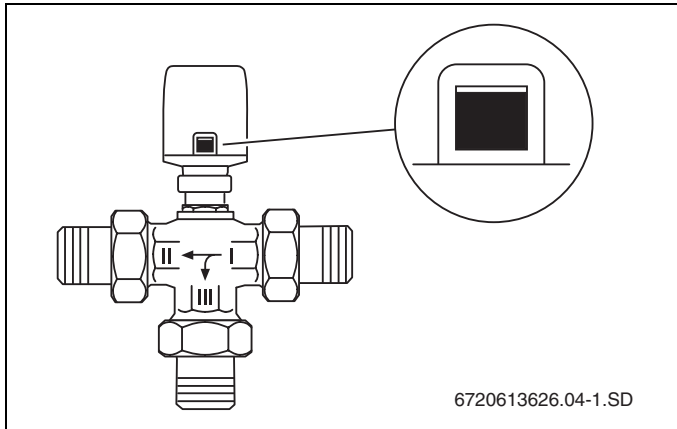

Рис. 9 Указатель подъема на клапане под напряжением
- Указатель подъема хорошо виден (→ рис. 9).